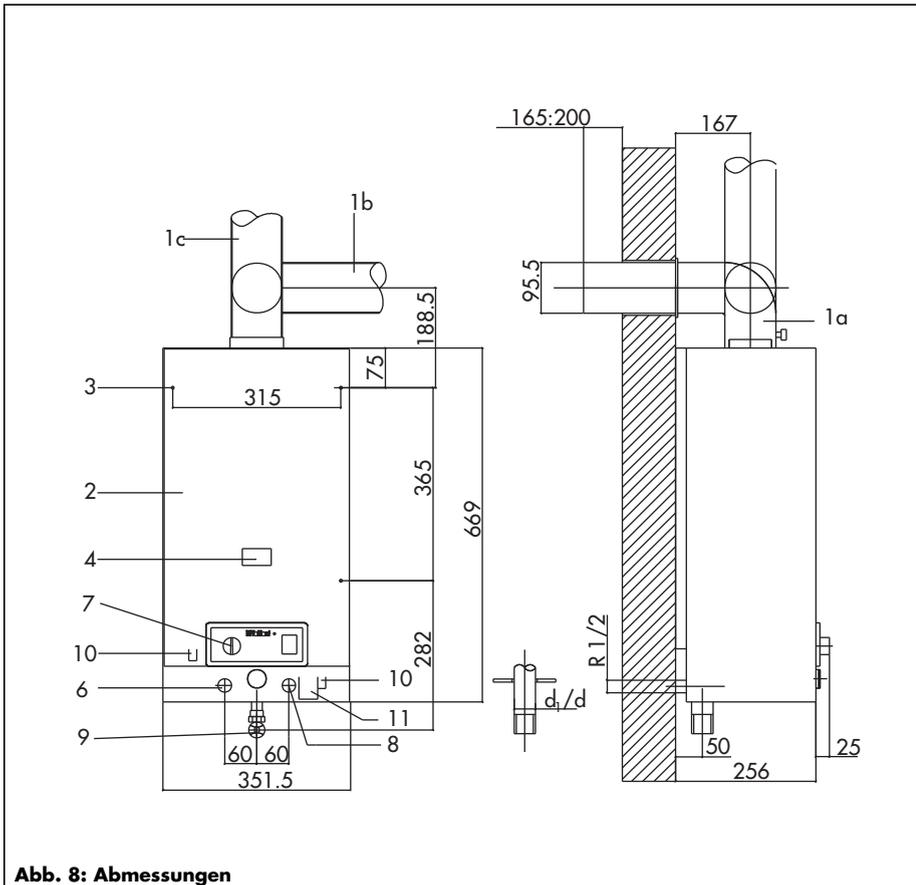

Abb. 8: Abmessungen
- Dübel für Befestigungsschrauben entsprechend Maßangaben der Abb. 8 setzen.